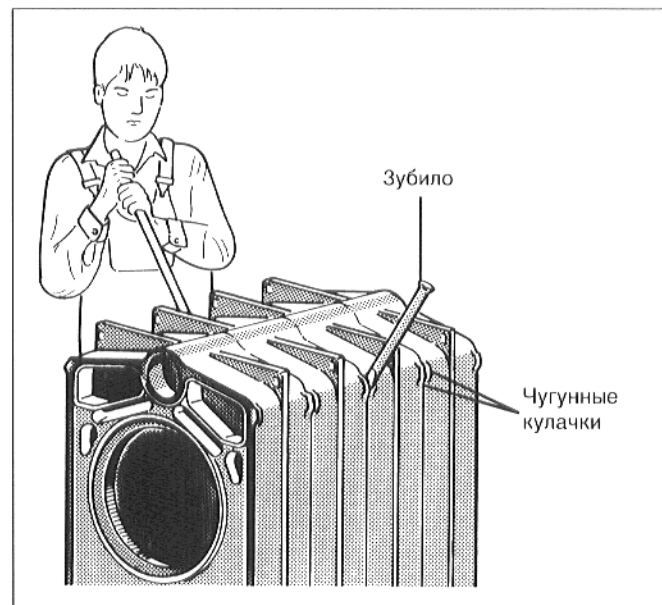

Рис. 20: принципиальная схема
- Если у одного ниппельного соединения обнаруживается негерметичность, то сначала необходимо спустить воду через наливной и сливной кран (рис. 20).